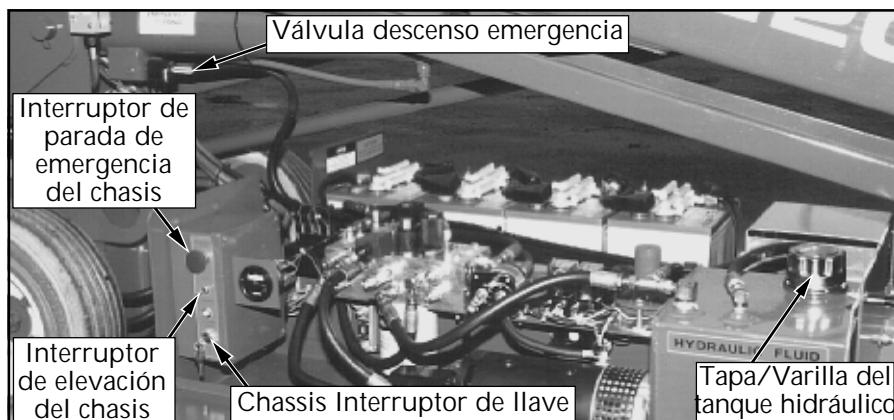

Figura 1: Chasis, lado izquierdo
9. Tirar hacia afuera los interruptores de parada de emergencia de la plataforma y del chasis para que queden en ENCENDIDO (ON) (Figura 1 ó 2).
10. Girar el interruptor de llave (Figura 1) a CHASIS (CHASSIS).
11. Empujar el interruptor de elevación del chasis (Figura 1) a la posición ELEVACION (LIFT) y elevar la plataforma totalmente.
14. Tirar hacia afuera de la válvula de descenso de emergencia (Figura 1) para probar si el funcionamiento es correcto. Después que la plataforma esté totalmente abajo, cerrar la válvula soltando la perilla.
15. Girar el interruptor de llave del chasis (Figura 1) a la posición SUELO (DECK).
19. Tirar hacia afuera del botón de parada de emergencia a la posición ENCENDIDO (ON).
La perilla de la válvula de descenso de emergencia está ubicada en la base del cilindro de elevación (Figura 1).